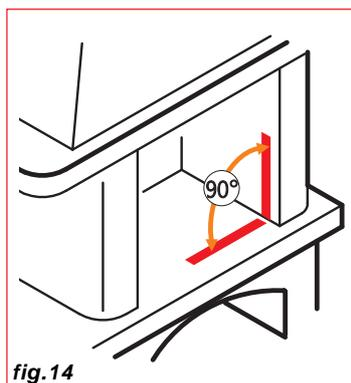

fig. 14
- le spallette devono essere quanto più possibile a 90° rispetto al piano (fig. 14).